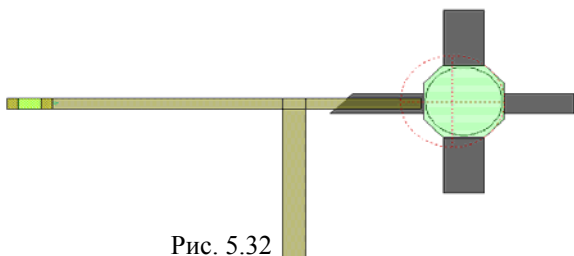

Рис. 5.32
9. Выберите в меню **View>View Layout** (Показать>Показать топологию) или щёлкните по кнопке **View Layout** на панели инструментов. Новая топология будет отображена на рабочем поле (рис. 5.32).